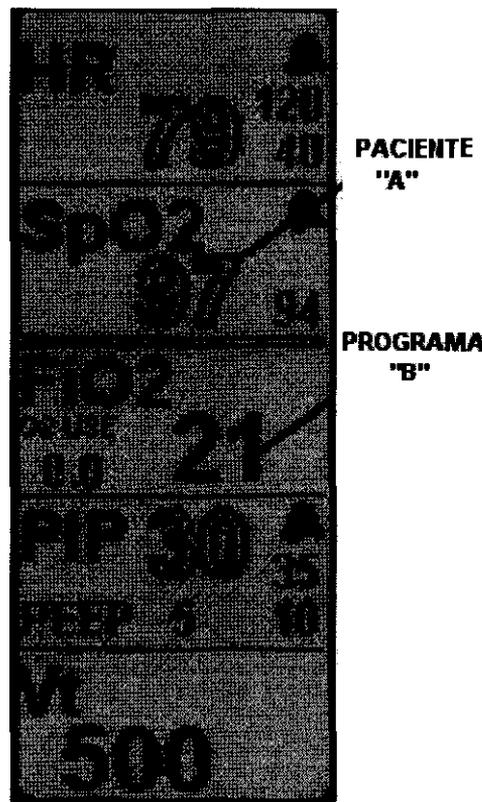

Fig. 7
Los números sin relleno "97" y "79" indicado en la Fig.7 como "A" identifican a los parámetros o variables dependientes del estado del paciente.
Los números con relleno indicado en la Fig.7 como "B" son los parámetros o variables dependientes de la programación del ventilador
(3) FIO2 – Presionando este botón se accede al cambio del valor del porcentaje de oxigeno inspirado. Por default si el equipo no detecta presión en el conector de entrada de oxigeno automáticamente se fija en FIO2= 21 %. En el caso de detectar presión en el conector de entrada de oxigeno por default se sitúa en un valor de FIO" = 100%. Como en los casos anteriores estos valores por default pueden ser cambiados por el operador mediante la operatoria descrita en los pasos anteriores.- En la misma ventana se puede observar (ver Fig. 7) unos números que indican el caudal de oxigeno que se esta consumiendo durante el soporte ventilatorio del paciente. Esta información es de utilidad para el personal auxiliar para estimar la autonomía del balón de oxigeno.-
(4) PIP (PEAK INSPIRATORY PRESSURE) – PRESION PICO INSPIRATORIA – Presionando este botón la primera vez se cambian los límites de presión máxima al presionar por segunda vez se cambia el límite de presión mínima de alarma (cuando se opera en el modo volumen) y al presionar por tercera vez se habilita el cambio del valor de PEEP.